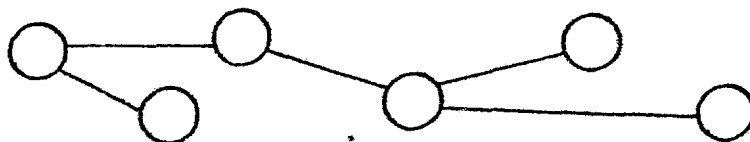

Fig. 7 Arbol
- . Un árbol es una gráfica conectada que no contiene ciclos. (Fig 7 - V)